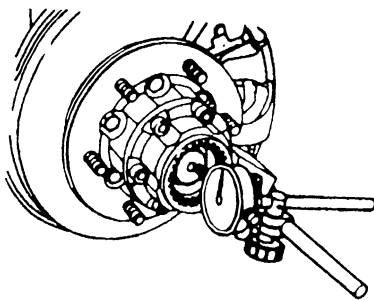

图 4-5 自动自由轮机构的端隙测量
① 带自动自由轮机构的车辆。把分动器操纵杆置于2H位置,然后倒车1~2m,使自由轮机构成为自由状态。顶起车辆,卸下前轮及自由轮机构罩盖。前后转动半轴直至转不动,然后将半轴转动到轻重适中的位置(此位置轴向间隙最大)。自动自由轮机构的端隙测量,如图4-5所示,放置千分表,沿轴向移动半轴,测出间隙。